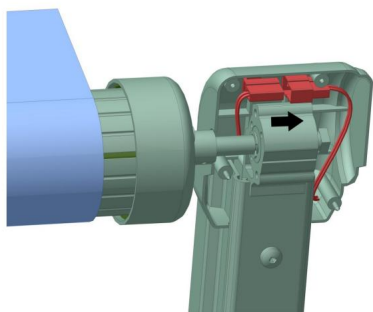
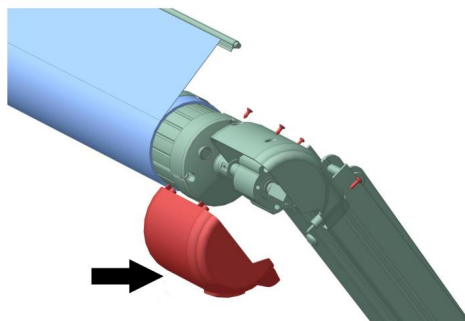

Figura D15
Figura D16
3.7.1 Coloque la cubierta decorativa en la parte superior del brazo plegable del lado del motor (Figura D15), conecte el cableado del motor y vuelva a instalar la cubierta decorativa. (Figura D16)